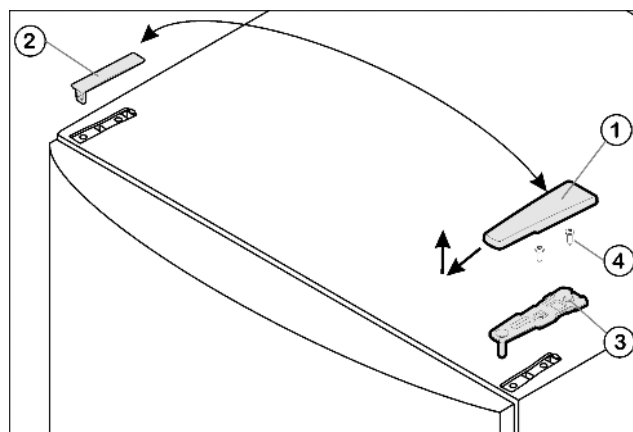

Fig. 4
- ▶ Потяните крышку Fig. 4 (1) вперед и вверх.
- ▶ Снимите крышку Fig. 4 (2).
- ▶ Открутите верхний опорный кронштейн *Fig. 4 (3)*(2 шт. Torx® 25) *Fig. 4 (4)* и вытяните вверх.
- ▶ Установите верхний опорный кронштейн *Fig. 4 (3)* на новой стороне шарнира и защелкните в дверце.
- ▶ Привинтите верхний опорный кронштейн (**с моментом 4 Нм**) (2 шт. Torx® 25) Fig. 4 (4). При необходимости сделайте отверстия или используйте аккумуляторную отвертку.
- ▶ Наденьте и защёлкните крышку Fig. 4 (1) и крышку Fig. 4 (2) на противоположной стороне снаружи.